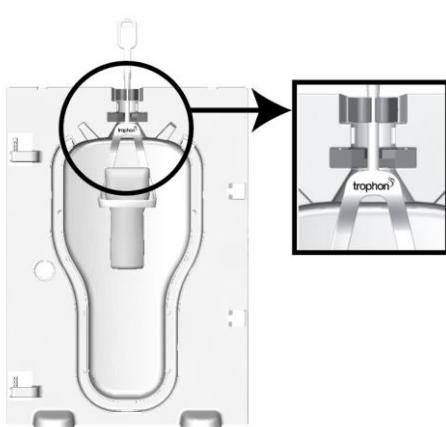

図 4
- **WUPH-A** trophon Wireless Ultrasound Probe Holder-A (WUPH-A) は、互換性のあるワイヤレス超音波プローブを trophon のチャンバー内で保持します。trophon EPR および trophon2 デバイスの両方での使用に適しています（それぞれ図 4 および図 5 をご参照ください）。